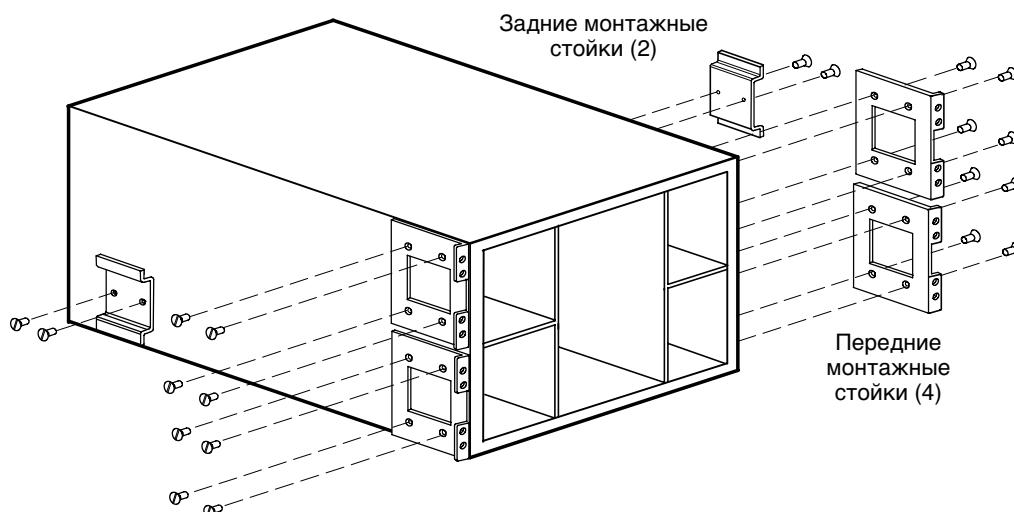

Рисунок 20. Установка переднего и заднего кронштейнов ИБП
11. Совместите два передних кронштейна с отверстиями по бокам ИБП и закрепите их 16 винтами с потайной головкой М4 (см. рис. 20).